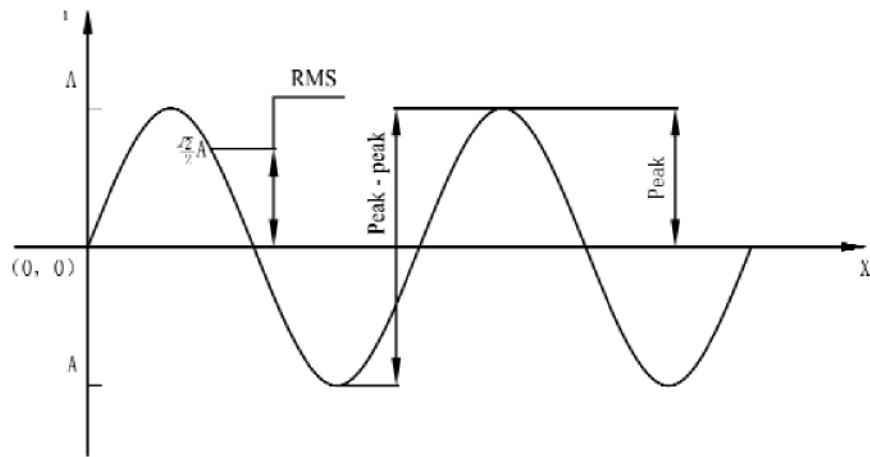

Imagen 2 - 1
10. RMS, valores pico y valores pico - contra - pico (ver imagen 2 - 1)